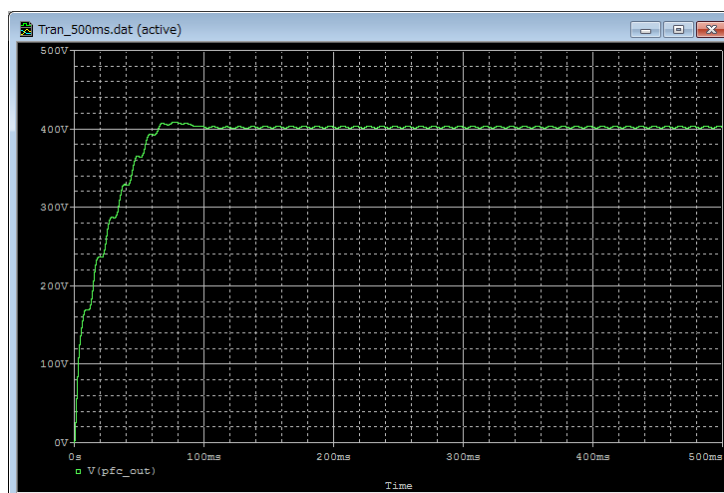

図 5.10 結果波形表示(例：PFC 出力電圧波形)
- (3) PSpice® A/D のグラフウィンドウに結果波形が表示されます。(図 5.10)